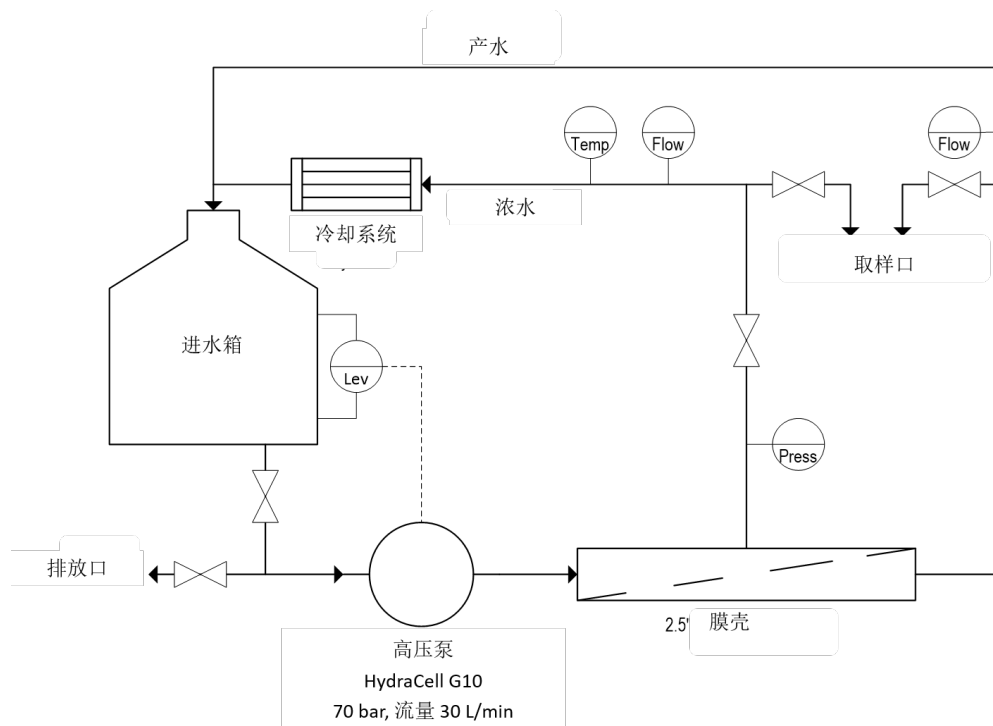

图 3 NF 膜系统示意图
- 3.1 膜系统的正确启动对于准备膜元件进行操作和防止因过度高压、流量或液压冲击造成的损坏至关重要。NF 膜系统的示意图如图 3 所示。